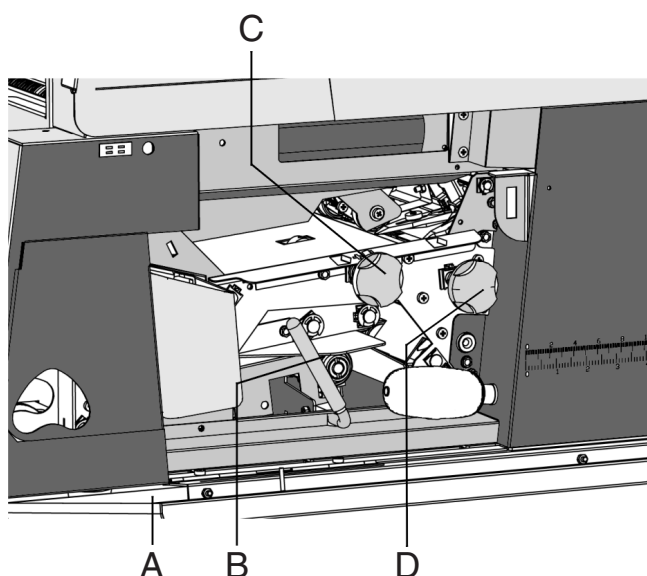

Abb. 60
- Seitenverkleidung A (Abb. 60) öffnen.
- Entstörhebel B (Abb. 60) herunterdrücken und nach links halten. Das Kuvert / die Kuverts aus dem unteren Kuvertgestell entfernen. Entstörhebel B loslassen.
Falls erforderlich, können Umschläge und Dokumente manuell durch Drehen des Knopfes C im Uhrzeigersinn transportiert werden (Abb. 60). Für einen manuellen Transport der Kuverts zum Kuvertiertisch oder zum unteren Kuverthalter den Knopf D im Uhrzeigersinn drehen. Handgriff A nach oben ziehen (Abb. 59) und die obere Abdeckung in die senkrechte Position ziehen.